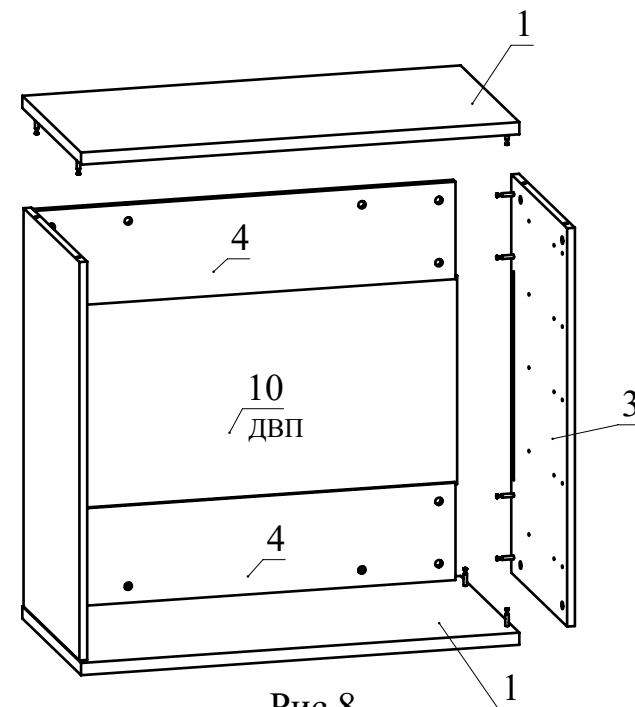

Рис.8
7. Соберите сборку согласно схеме, затягивая головки минификсов конфирматным ключом по часовой стрелке до упора (Рис. 8).